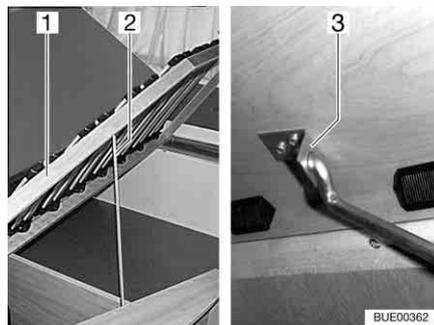

Fig. 84 Cama fija
- Levantar el somier (Fig. 84,1), soltar la barra (Fig. 84,2) del anclaje e introducirla en el agujero de la sujeción (Fig. 84,3).
- Levantar el somier (Fig. 84,1), soltar la barra (Fig. 84,2) de la sujeción (Fig. 84,3) y fijarla en el anclaje.